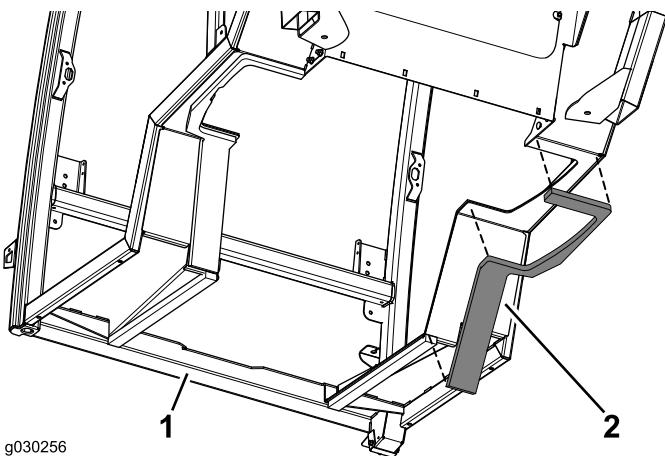

Figura 14
- Aplice o vedante direito no lado direito da cabina (Figura 14).